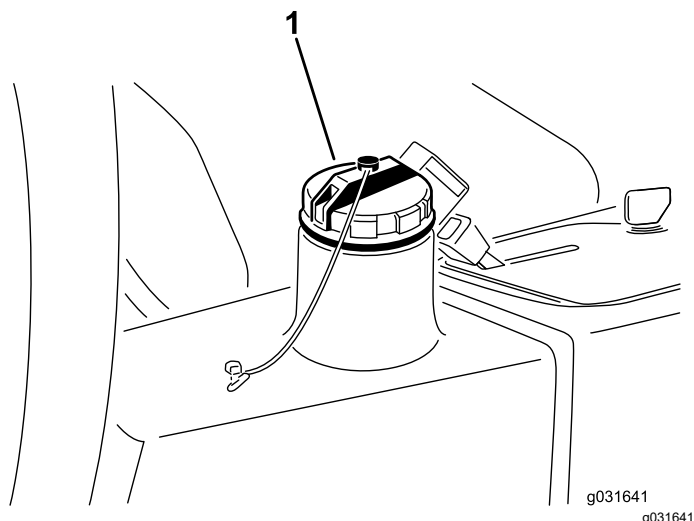

Рисунок 65
4. Залейте в гидравлический бак (Рисунок 65) приблизительно 13,2 литра гидравлической жидкости; см. Проверка гидравлической системы \(страница 61\).